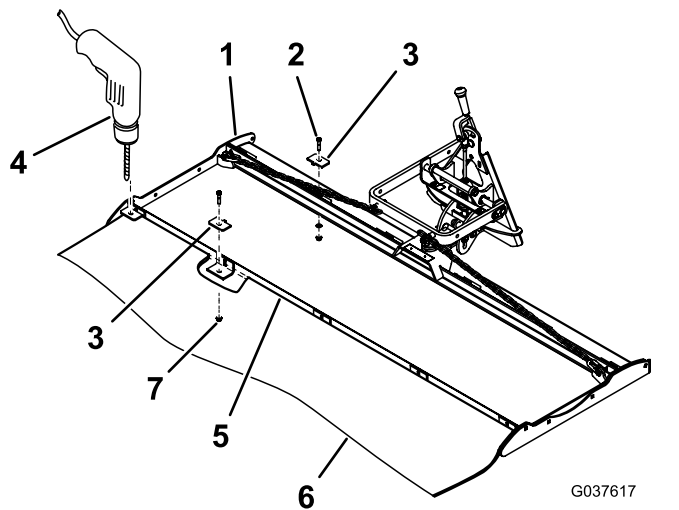

図 7
2. ココナツ繊維マットの場合は、マットリテーナを型紙にして、マット上の各クランプの位置に穴直径 9.5mm を開けてください 図 7。
3. どちらのマットの場合も、マットのエッジ部を 図 7 のようにドラグマットキャリアに取り付けるボルト 3/8 x 1 インチ 5 本、マットリテーナ、フランジナット 3/8 インチを使用。